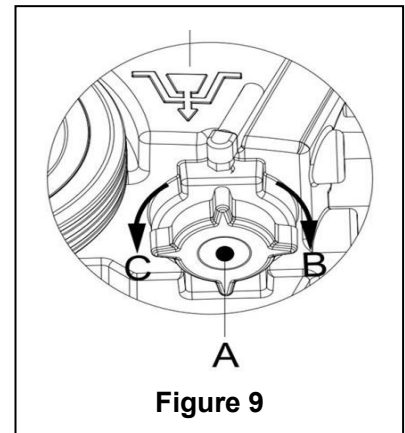

Figure 9
7. Comme indiqué dans la **Figure 9**, tournez pour ouvrir le bouchon du réservoir de solution (A) dans le sens inverse des aiguilles d'une montre dans la direction C et vidangez complètement le réservoir de solution. Utilisez de l'eau propre pour nettoyer l'intérieur du réservoir de solution. Quand le travail est terminé, serrez bien le bouchon du réservoir de solution (A) dans le sens des aiguilles d'une montre dans la direction B.